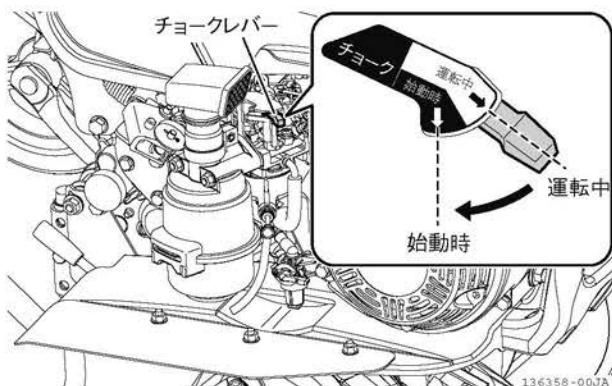

図2-21 チョークレバー
4. チョークレバーを「始動時」位置にします。(エンジンが冷えている場合のみ) (図2-21)